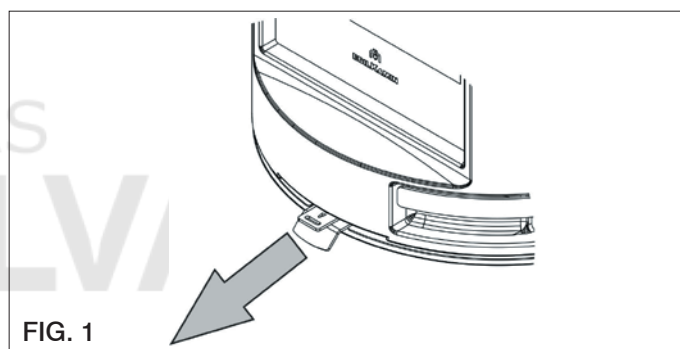

FIG. 1
- Posición "Mantenimiento Brasas" (fig. 1)